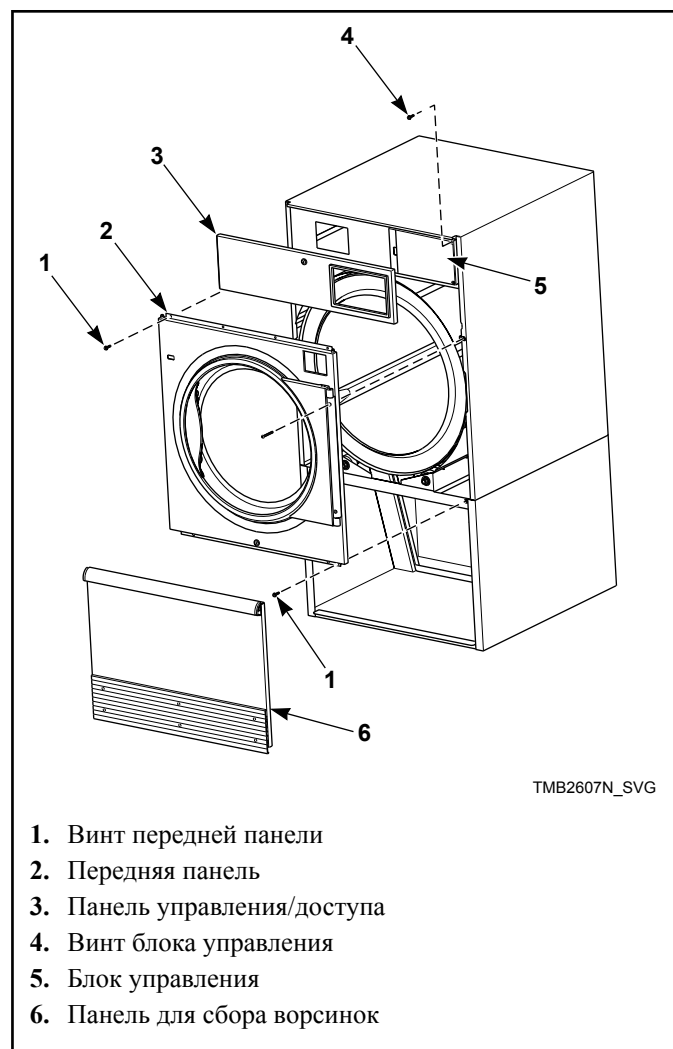

Рис. 8
2. Разблокируйте и снимите панель управления. Снимите крепежные винты блока управления с правой стороны. Откройте путем поворота блок управления, чтобы обеспечить доступ к правой направляющей верхнего борта панели. См. Рис. 8.
4. Снимите четыре винта передней панели. См. Рис. 8. Оставьте кулачки дверных петель на их месте на кронштейне дверных петель. Снимите узел кронштейна и дверцы целиком. См. Рис. 9.
5. Снимите остальные винты передней панели. См. Рис. 8. Отсоедините жгут дверного переключателя от переключателя. Снимите переднюю панель. См. Рис. 9.